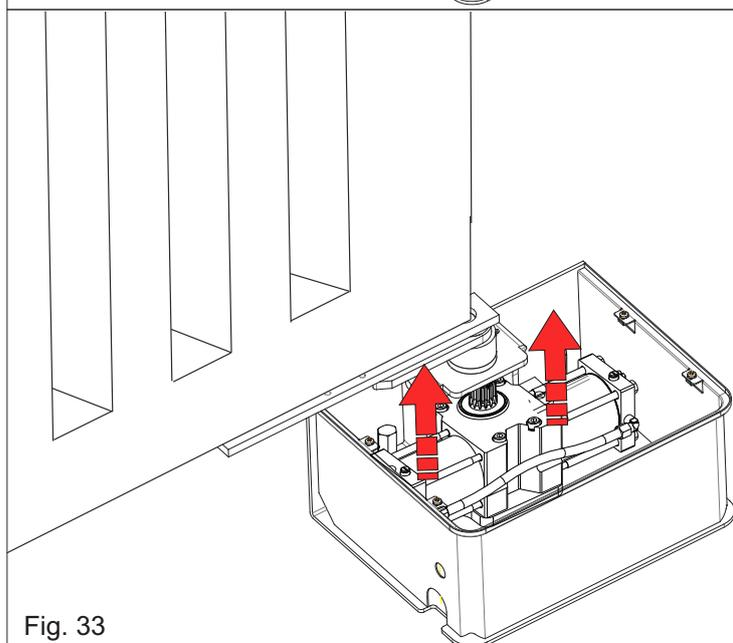

Fig. 33
**8.3.** Soulever l'opérateur et insérez la tige cannelé de l'opérateur dans le trou de la tige du caisson (Fig. 33)